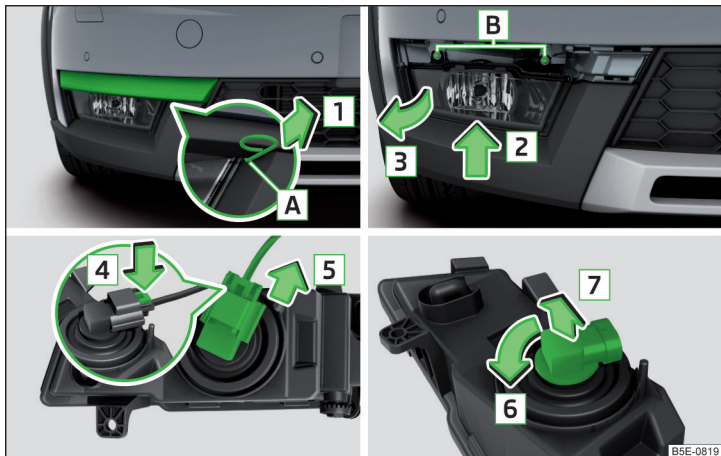

Fig. 360 Démontage du feu antibrouillard/remplacement de l'ampoule - variante 2
- Insérer l'étrier dans l'orifice **A** pour retirer les enjoliveurs intégraux de roue » fig. 360.
- Pour remonter le phare antibrouillard, insérez-le dans le sens de la flèche **3** » fig. 360 et vissez-le à fond.